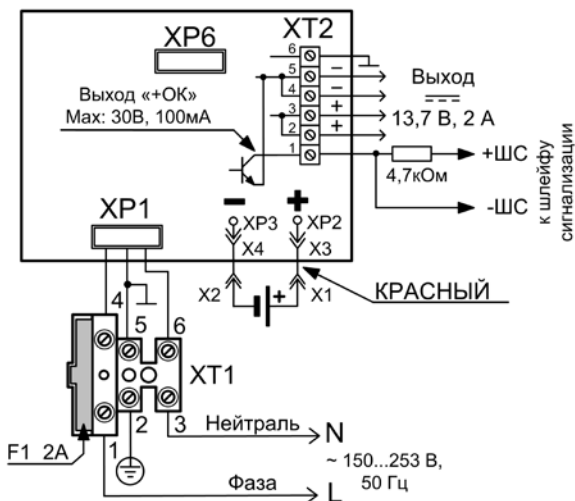

Рисунок 2
4) при необходимости дистанционной сигнализации перехода на резервное питание подключить РИП к шлейфу сигнализации запитываемых приборов. Пример подключения РИП к приборам «Сигнал-20», «Сигнал-20П», «С2000-4» и им подобным приведён на рис. 2. Резистор 4,7 КОм – окончательный резистор шлейфа, устанавливается в корпусе РИП (входит в состав ЗИП приборов).